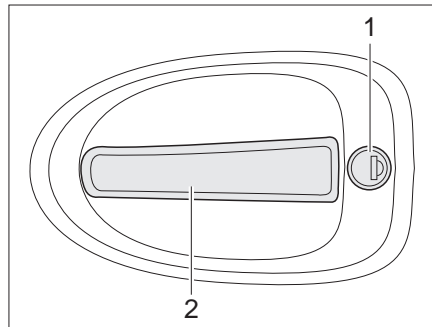

Bild 44 Türschloss Fahrertür, außen
- Schlüssel in Schließzylinder (Bild 44,1) stecken und drehen, bis das Türschloss entriegelt ist.
- Am Türgriff (Bild 44,2) ziehen. Die Tür ist geöffnet.
- Schlüssel in Schließzylinder (Bild 44,1) stecken und drehen, bis das Türschloss verriegelt ist.